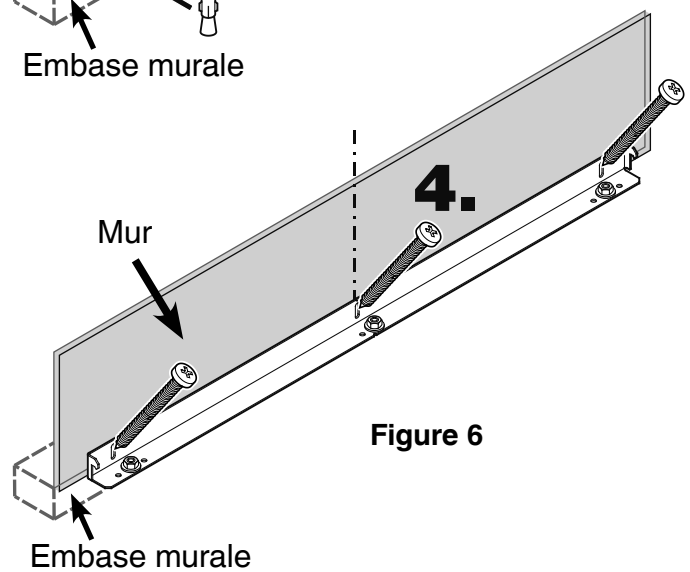

Figure 6
4. Fixer l'équerre avec 3 vis (1/4 po x 2-1/8 po) sur l'embase murale (**Figure 6**).